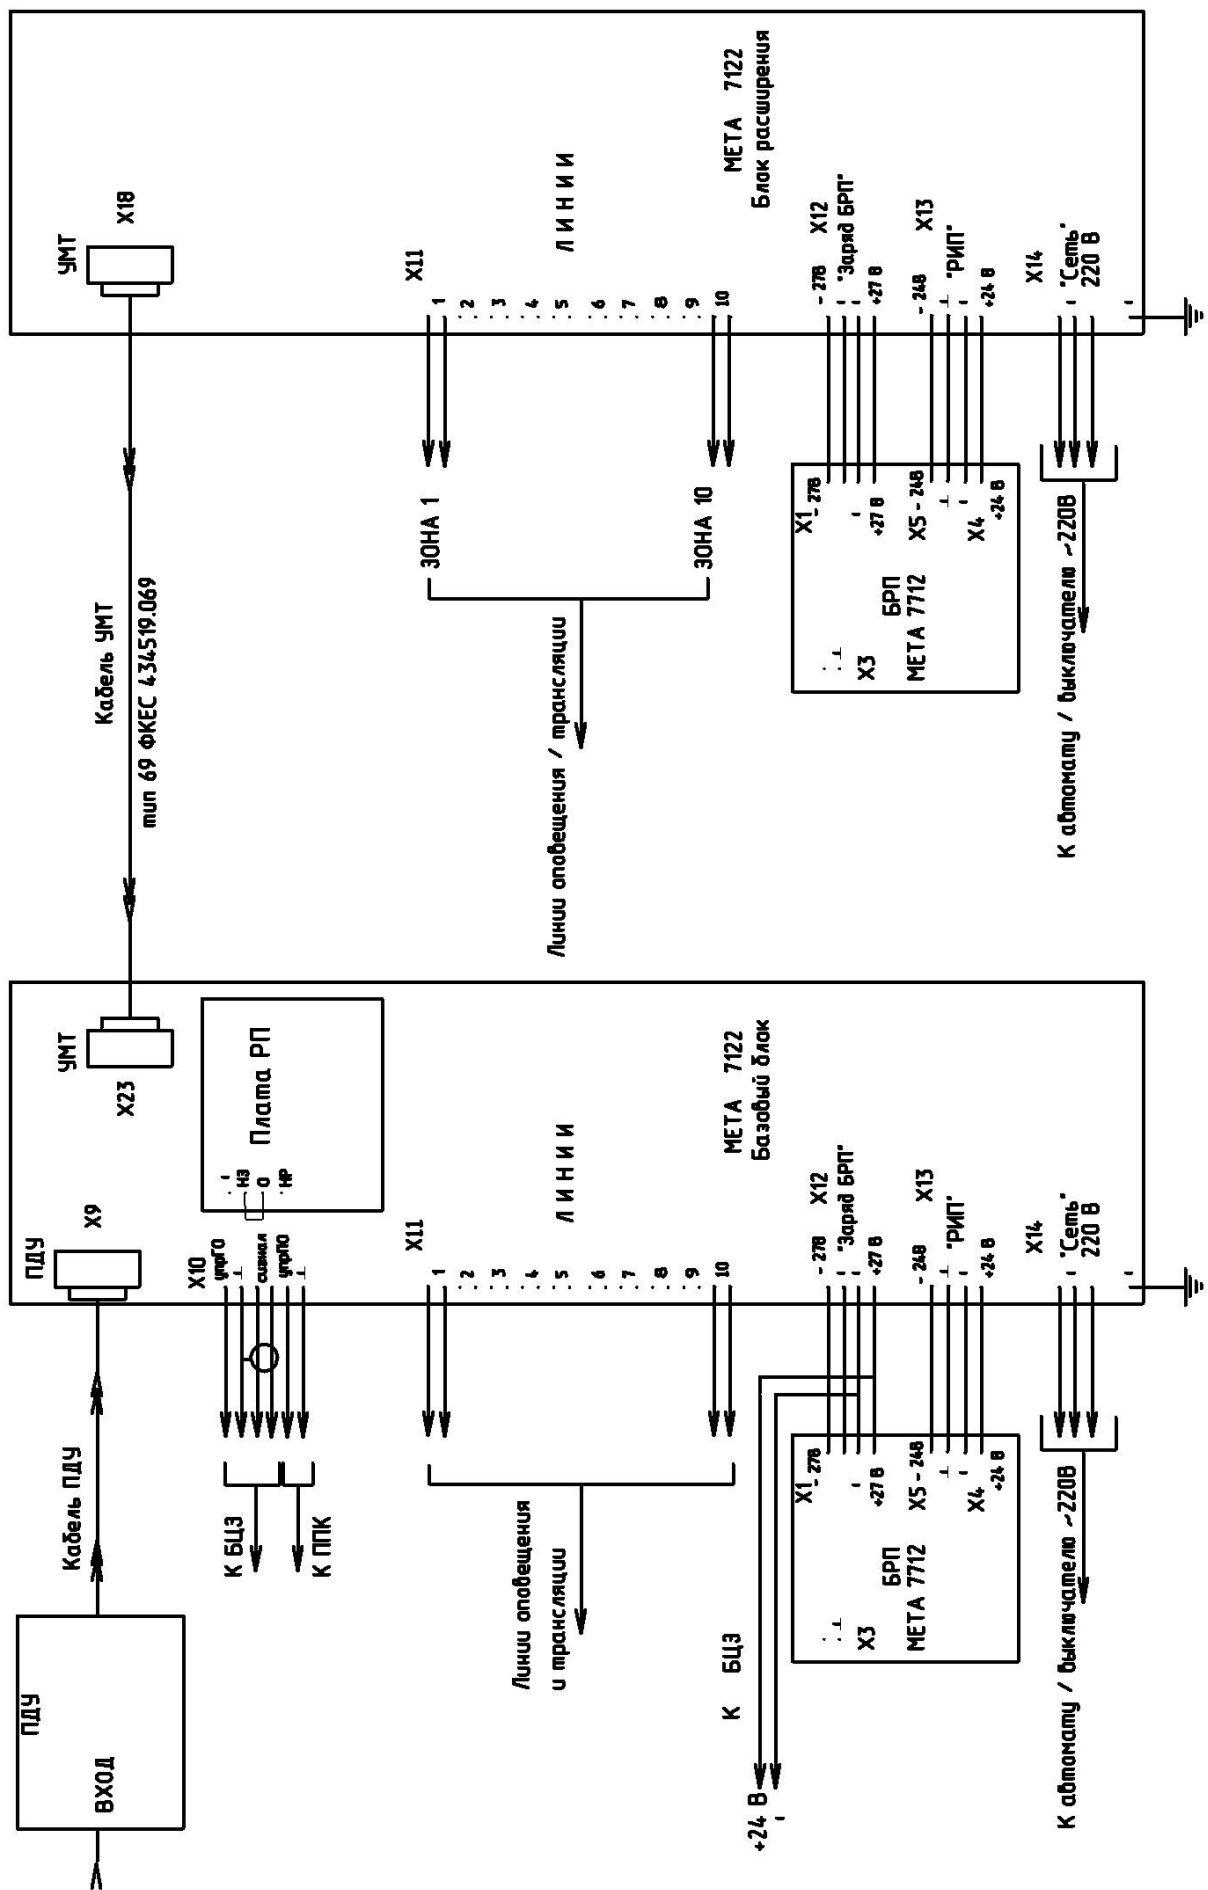

Рис.3. Схема подключения МЕТА 7122 с блоком расширения
- Подключить БРП к УМТ по схеме, приведённой на рис. 3. Во избежание случайного короткого замыкания аккумуляторов следует сначала подключить провода к УМТ, а затем к БРП. Подайте сетевое питание на УМТ.